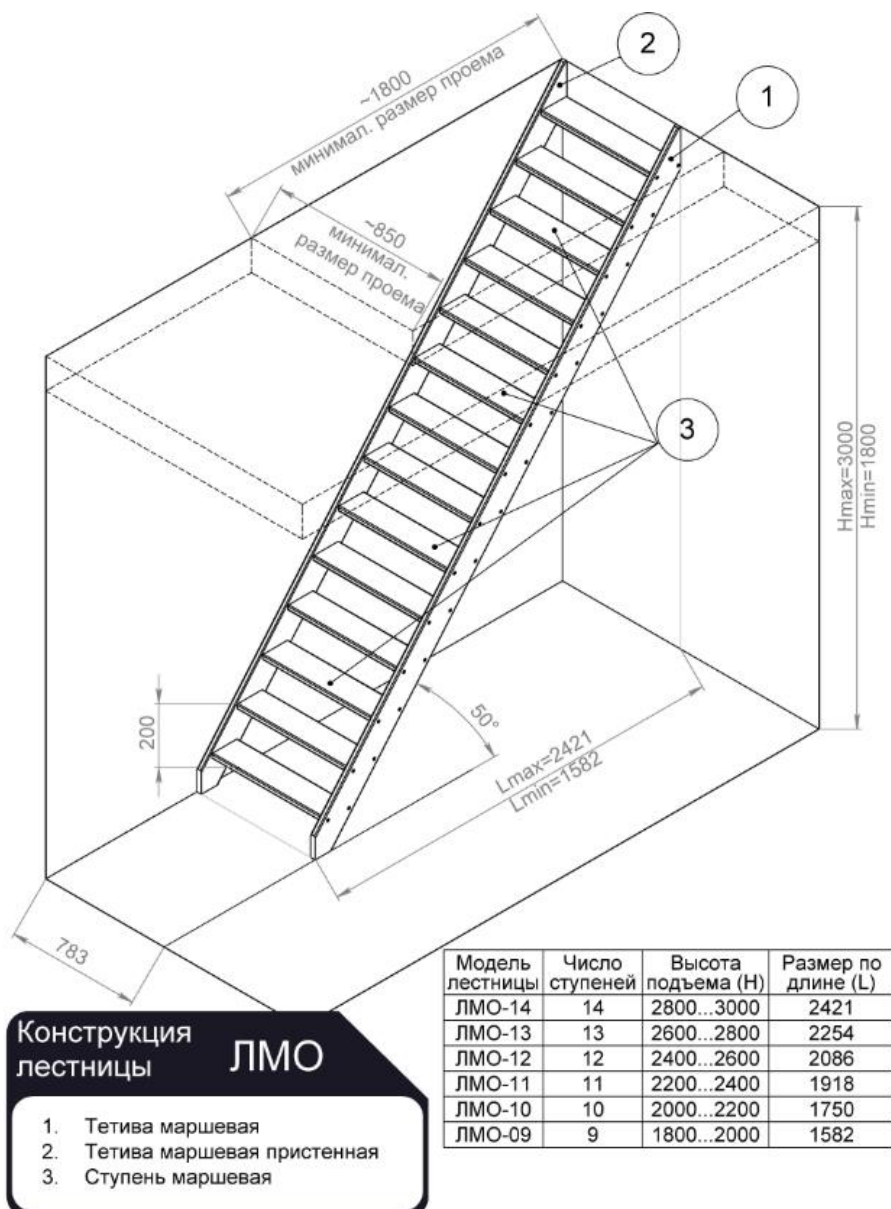

Рис. 1. Лестница ЛМО (стенка слева)
6. Перед началом монтажа лестницы, необходимо подготовить проем на 2-ой этаж (минимальные размеры проема см. рис. 1).
H – высота подъема лестницы (см. рис.1 на стр. 1)